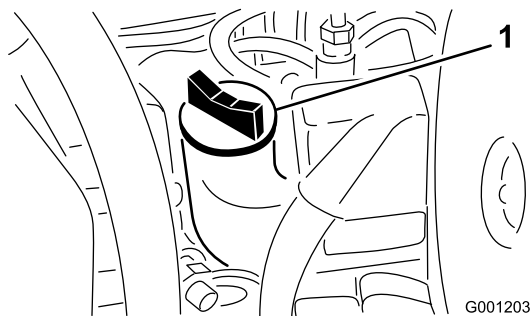

Figure 23
5. Si le niveau n'atteint pas le repère maximum, enlevez le bouchon de remplissage (Figure 23) et faites l'appoint jusqu'à ce que le niveau correct soit atteint. **Ne remplissez pas excessivement..**